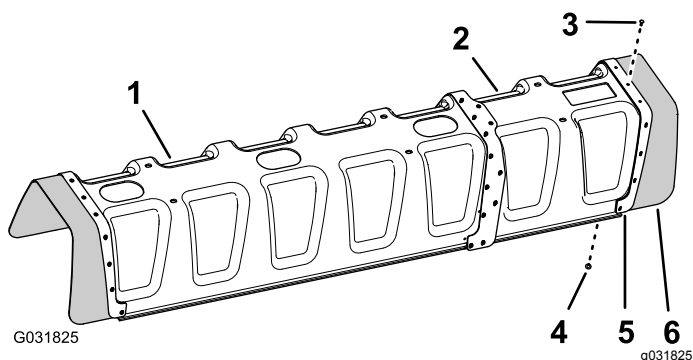

Figura 234
5. Allineate i fori nel cappuccio in gomma e nella piastra di rinforzo (fila singola) che avete rimosso al passaggio 2 con i fori all'estremità della sovraestensione (Figura 234).